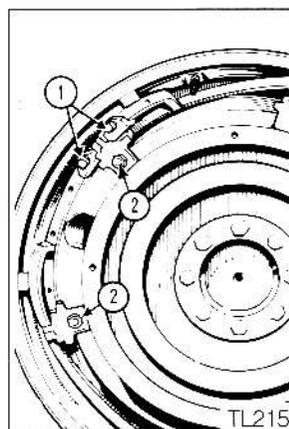

Fig 107
ROUES A VOIE AUTO-REGLABLE (PAVT) (Figs. 107 et 108)
1. Fig. 107. Retirer les deux axes (1) des butées sur les jantes.
3. Déposer l'un après l'autre les écrous (2 Fig. 107) de pontets, huiler les filets et les remonter en les laissant desserrés d'environ 3 tours.